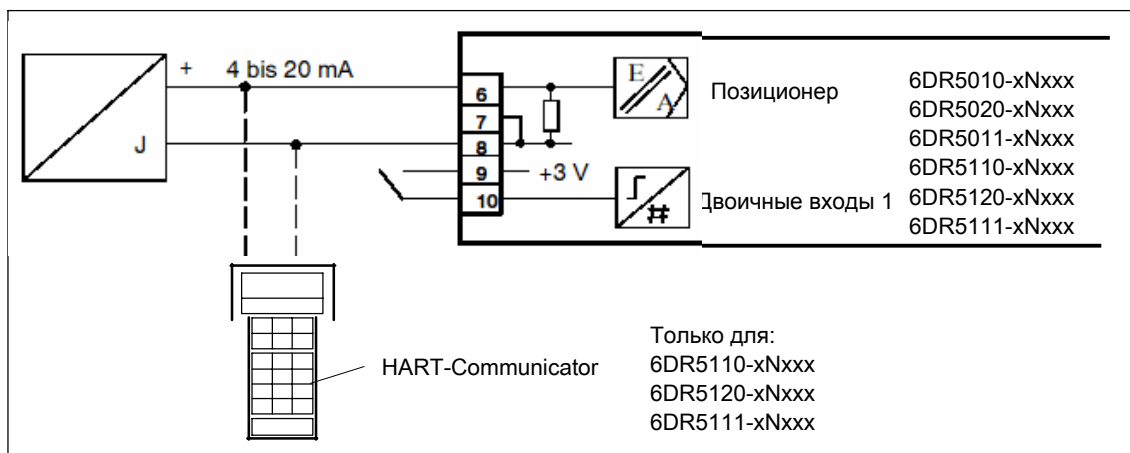
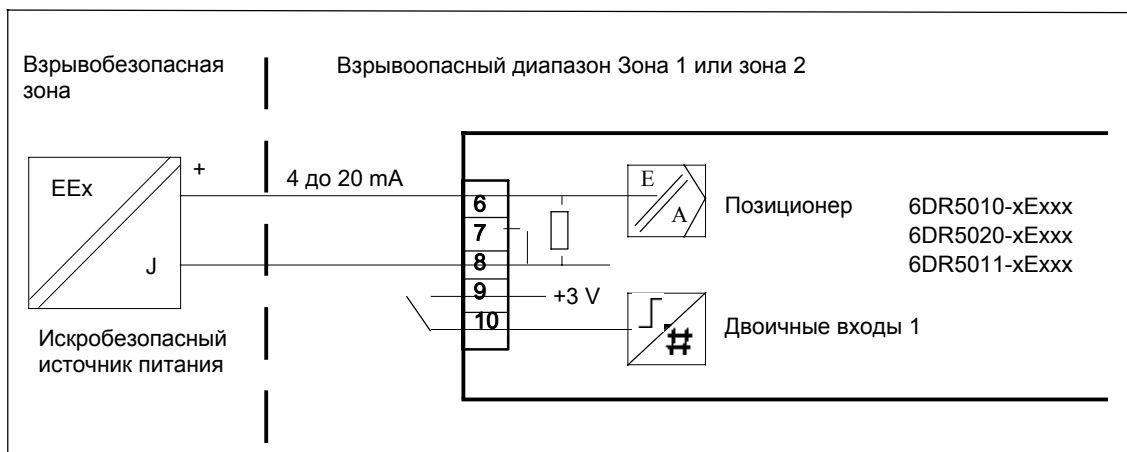

Рис. 3-12 Двухпроводное соединение без Ex
Рис. 3-13 Двухпроводное соединение основного прибора 6DR50xx-xExxx (вспомогательная энергия из сигнального тока)
4. Подсоединить подходящий источник тока или напряжения (см. рис. 3-12 стр. 49 и рис. 3-13, стр. 50).
5. Теперь позиционер находится в режиме работы **"Р-ручной режим"**. На верхней строке индикации показывается актуальное напряжение потенциометра (P) в процентах, к примеру: **"P37.5"**, а на нижней строке мигает **"NOINI"**: